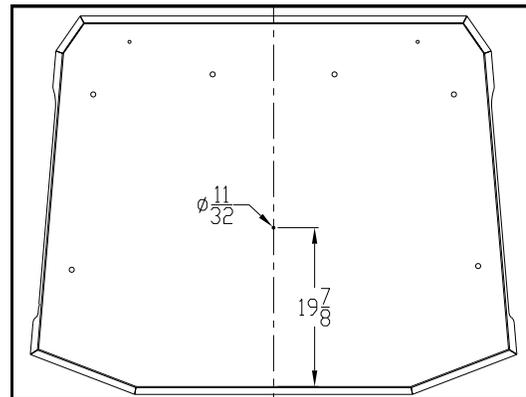

Fig. 3a
3. Si aucune lumière stroboscopique n'est installée sur la verrière, percer un trou de 11/32" à l'endroit indiqué dans la figure. 3a (canopée en acier) ou 3b (canopée en plastique).